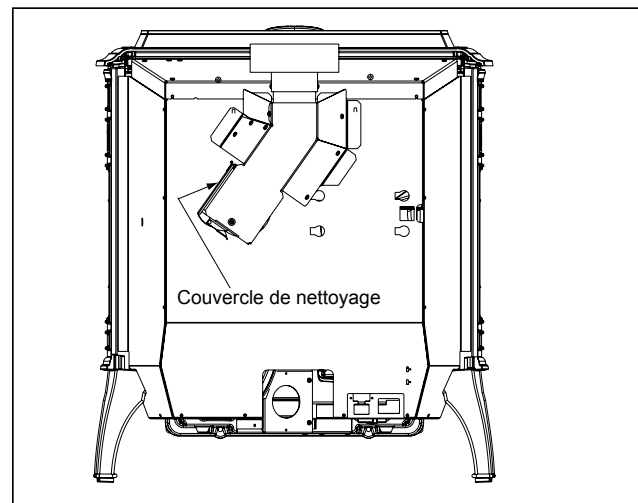

Figure 25.1
- b. Ouvrez le couvercle de nettoyage. **Figure 25.1.**